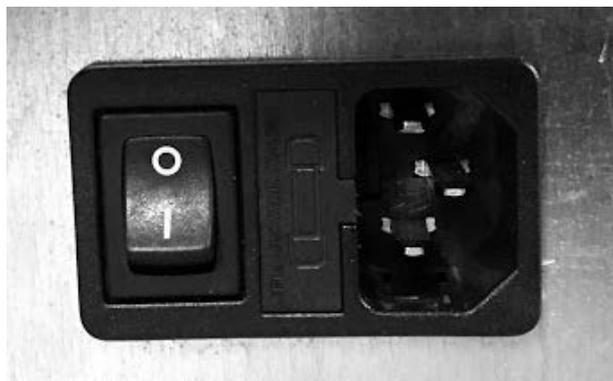

Fig. 32 - Prise électrique avec interrupteur général
- Brancher le câble d'alimentation avant sur le dos du poêle (voir **Fig. 32**), puis à une prise murale.
- L'interrupteur général 0/I (voir Fig. 32) ne doit être activé que pour allumer le poêle ; si ce n'est pas le cas, il est conseillé de le tenir éteint.